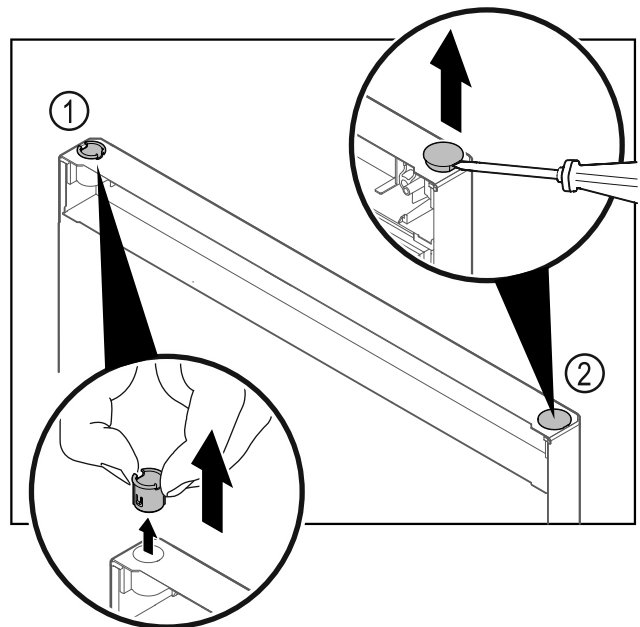

Fig. 39 Pakastinosan ovi
- ▶ Vedä saranaholkki Fig. 39 (1) sormin pois.
- ▶ Kohota suojanastaa Fig. 39 (2) varovasti uraruuvimeisellillä ja vedä se pois.